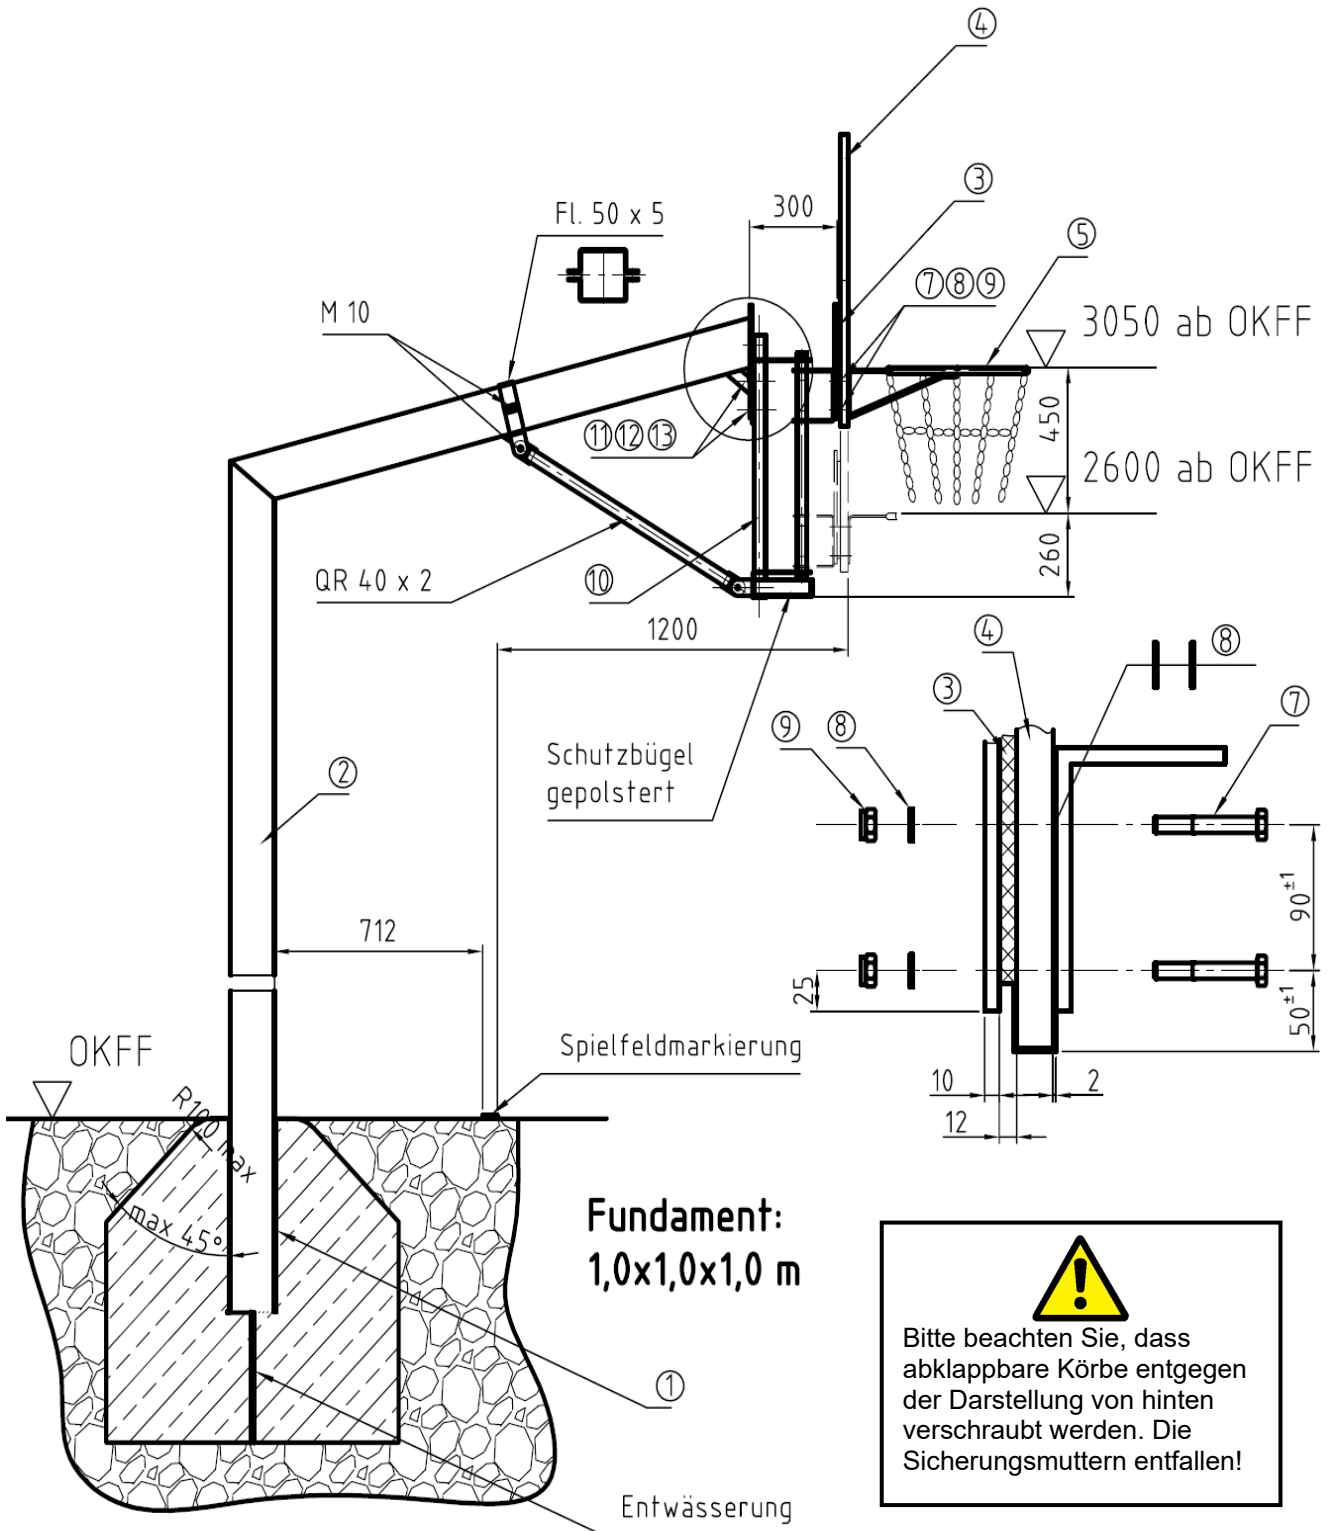

Abb. 3: Fair Play 2.0-Anlage mit Höhenverstellung
Die Verstelleinrichtung wird komplett montiert geliefert und entsprechend Abbildung 3 an die Stahlplatte der BB-Säule geschraubt. Nach hinten erfolgt eine Abstützung an die BB-Säule.
Aus Sicherheitsgründen ist für beide Anlagen das Säulenschutzpolster 116 1726 zu empfehlen. Der Unterschied in der Montage besteht darin, dass die Unterlegscheiben (8) entfallen können (siehe Abbildung 3).
Aus Sicherheitsgründen wurde an der Unterseite ein gepolsterter Schutzbügel angebracht (s. Abb. 3 und 4).